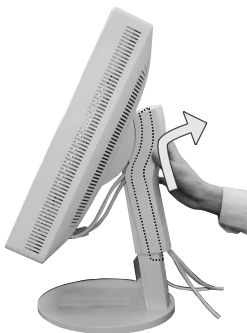
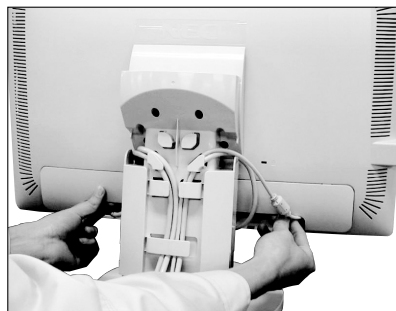

Figura S.1
Figura S.2
1. Coloque una mano a cada lado del monitor y levántelo hasta alcanzar la posición más alta. Retire el conducto para cables (**figura S.1**). Retire la cubierta de conectores (**figura S.2**).